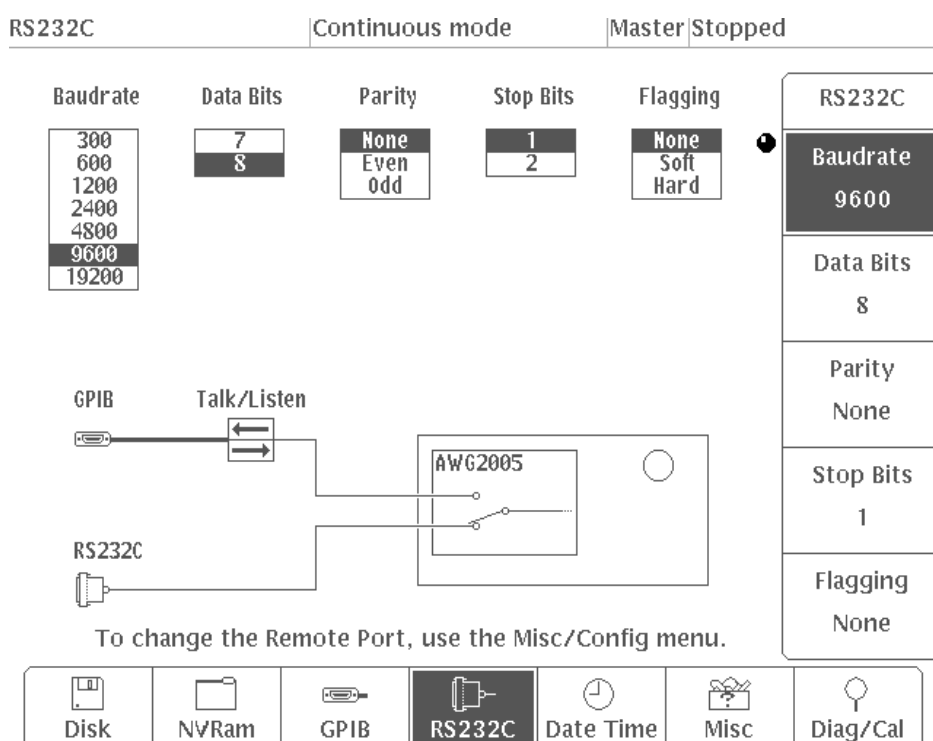

図 1-9 : RS-232Cパラメタの設定メニュー (AWG2005型の場合)
- 手順 1**：フロント・パネルの **MENU** 欄にある **UTILITY** キーを押します。これにより、**UTILITY** ボトム・メニューが、管面下部、ボトム・キーのすぐ上に表示されます (図 1-9 参照)。
これらの設定が完了すると、RS-232C インタフェースをリモート・インタフェースとして使用するための準備が整い、管面のステータス表示ラインに RS-232C インジケータが点灯します (図 1-9 参照)。